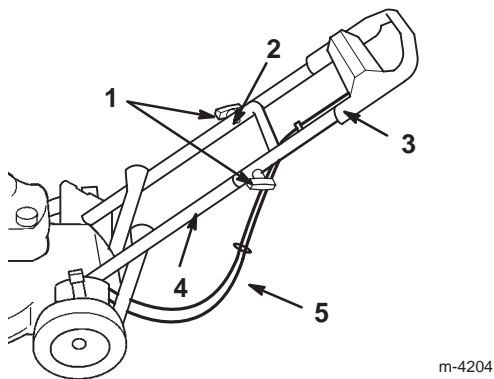

Bild 3
5. Schieben Sie die Endabschnitte des oberen Griffs über den unteren Griff, so dass die Abschnitten eingreifen (Bild 3).
6. Achten Sie darauf, dass die Bowdenzüge unter und hinter dem unteren Griff verlaufen, wie in Bild 3 dargestellt.
7. Befestigen Sie den oberen Griff mit den zwei Konturgriffschrauben und den zwei Einstellknöpfen am unteren Griff (Bild 3).